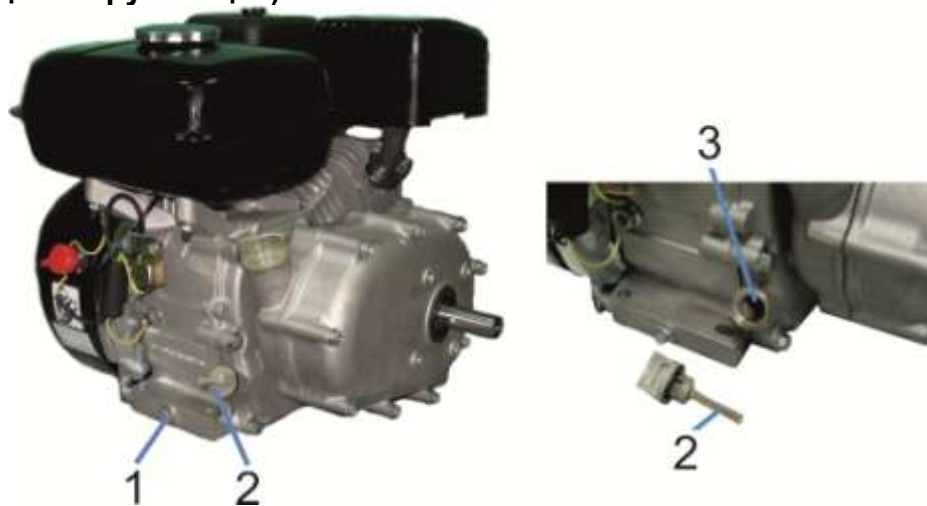

Рис. 9. Замена масла в двигателе.
- Завернуть сливную пробку на место и туго ее затянуть (Рис. 9).